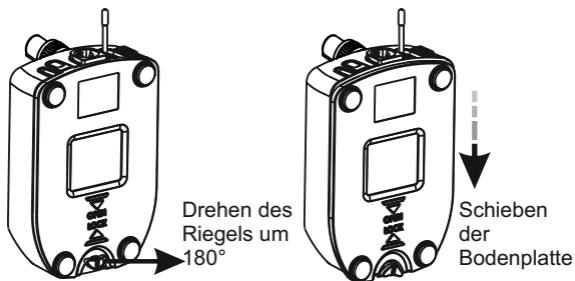

Bild 2
1. Drehen Sie den Verschluss Riegel der Bodenplatte (14) um 180° . Schieben Sie die Bodenplatte (12) nach vorne (12) wie in Bild 2 dargestellt.